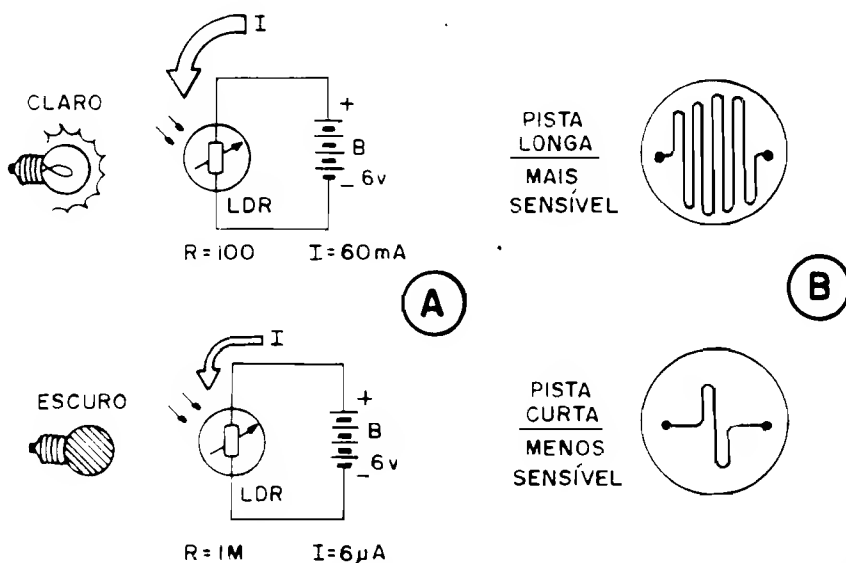

Fig. 4
- **FIG. 4-A** - Basicamente, a reação do LDR, enquanto resistor dependente da LUZ, é a seguinte: quando na escuridão, seu valor ôhmico é bastante elevado (pode, em alguns modelos, atingir a marca de várias Megohms); já sob luz forte, sua Resistência cai para valores bem mais baixos (chegando até poucas dezenas de Ohms, em alguns modelos). Observem, no exemplo "dinâmico", que o hipotético LDR colocado como única "carga" circuitual para a bateria B (Tensão de 6V), no "claro" apresenta uma Resistência de apenas 100R (o que determinaria uma Corrente de 60mA, no circuito/exemplo), enquanto que, sob completa escuridão, mostra um valor de 1M (reduzindo a Corrente circulante a meros 6μA...). Notem que um bom determinador da **SENSIBILIDADE** de um LDR situa-se na própria **relação** entre seu **maior valor ôhmico** (que ocorre na escuridão) e o seu **menor valor ôhmico** (que se dá sob luz forte)! O componente/exemplo da fig. 4-A apresenta uma relação bastante elevada, na casa de "10.000" (1.000.000/100) e pode, então, ser considerado de **grande** sensibilidade! Assim, na determinação da tal **SENSIBILIDADE**, não é importante a **exata** grandeza (numérica) do valor resistivo na escuridão e sob luz, mas sim a **relação** entre esses dois valores... Um LDR que "no escuro" mostre 1K, e "no claro" apresente 0R1 (um décimo de ohms), terá também uma "relação" de "10.000", tão boa, portanto, quanto a do exemplo ante-
- **FIG. 4-B** - Uma forma puramente "visual" de avaliar a SENSIBILIDADE de um LDR é observar-se a sua pista foto-condutora (ela sempre é visível, uma vez que sua proteção **tem** que ser transparente para a devida "entrada" da LUZ...). Quanto mais **longa** for a tal pista, mais sensível será o LDR (ou seja: maior a relação entre seus valores ôhmicos "no escuro" e "no claro"...). Já a "quantidade" de ohms que o componente apresentará sob luz ou na escuridão pode, a grosso modo, ser avaliada pela espessura ou "grossura" da pista: pistas mais largas geralmente denotam valores ôhmicos médios mais baixos: pistas bem estreitas indicam valores ôhmicos intrinsecamente mais elevados... Notem que tais parametrizações, um tanto "empíricas" estão sendo informadas a Vocês, Leitores/"Alunos", porque, infelizmente, são raros os dados técnicos, Tabelas de fabricantes, **Data Books** ou Manuais de Parâmetros e Características, disponíveis ao grande público! Nem mesmo os Lojistas ou Balconistas costumam dispor de dados sobre os componentes à venda, além do que muitos dos LDRs normalmente comercializados são "sobras" de lotes industriais (quantidades de peças produzidas, sob encomenda, de fábrica para fábrica, e cujos eventuais excessos são, posteriormente, lançados para venda no varejo...), **sem nenhum código** inscrito no componente (ou com códigos absolutamente "indecifráveis"...). Assim, temos que "ficar espertos" e aprender a tirar "água de pedra", intuindo informações a partir dessas análises não muito científicas, mas ainda válidas, na prática.